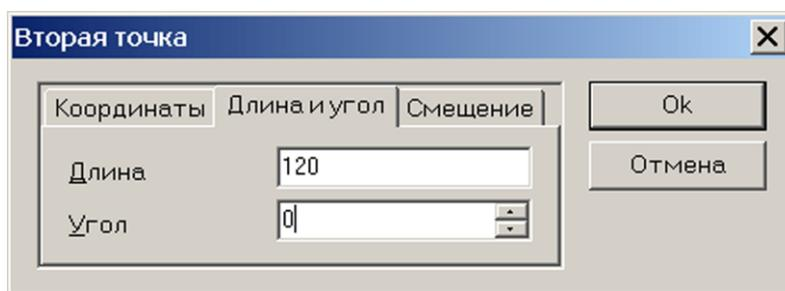

Рис. 28
– на вкладке «**Длина и угол**» открывшегося диалогового окна «**Вторая точка**» (рис. 28) задать длину создаваемого отрезка и угол его наклона относительно горизонтальной оси. При первоначальном открытии диалогового окна «**Вторая точка**» в его полях ввода записаны текущие значения длины и угла динамического объекта.